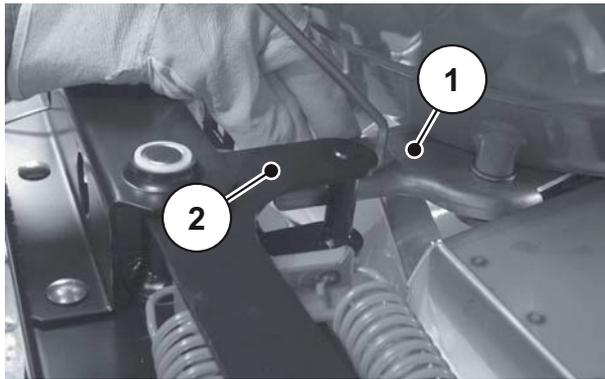

Figure 9.6 : Tirer la vanne de dosage en butée
18. Tirer la vanne de dosage [1] manuellement jusqu'en butée [2] (voir figure 9.6).